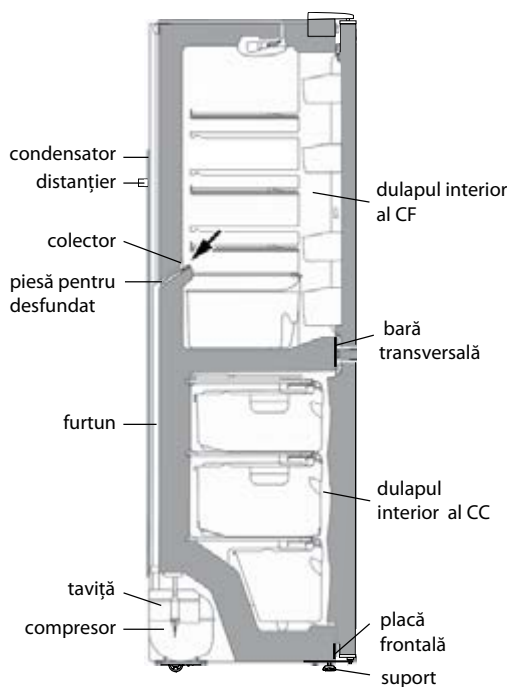

Figura 6 – Schema scurgerii apei rezultate în urma topirii din CF
2.2.1 În CF se folosește un sistem automat de dezghețare. Bruma, care apare pe perețele din spate a CF, după deconectarea compresorului care lucrează în ciclu, se topește și se transformă în picături de apă. Picăturile de apă rezultată în urma topirii se scurg în colector, apoi prin gaura acestuia și prin furtun - în tavița de pe compresor, în conformitate cu figura 6 și se evaporă.
Prezența apei în colector indică înfundarea sistemului de drenaj. Pentru eliminarea înfundării folosiți piesa corespunzătoare și curățați gaura colectorului, astfel ca apa să se scurgă liber în taviță, apoi spălați piesa și instalați-o în conformitate cu figura 6.
SE INTERZICE să utilizați frigiderul cu sistemul de scurgere înfundat. Apa care a apărut pe fundul CF sau care a ajuns în locul de alăturare a barei transversale și a dulapului interior al CF, în conformitate cu figura 6, poate provoca coroziunea dulapului exterior al frigiderului și elementelor agregatului frigorific, defectarea izolației termice, formarea crăpăturilor dulapului interior și defectarea dulapului frigiderului.